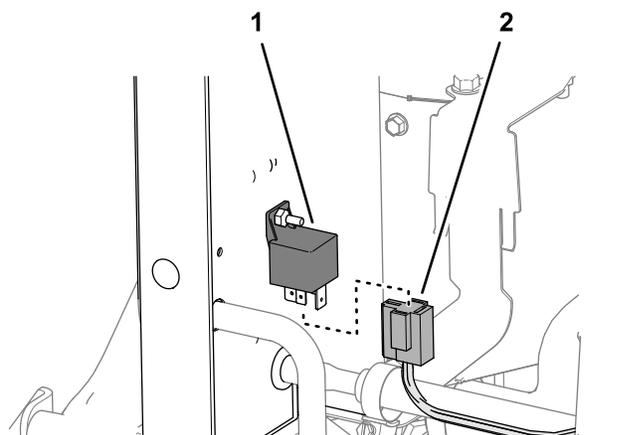

図 11
1. グローブラグリレーから、ワイヤハーネスの 4 ブレードコネクタを外す 図 11。